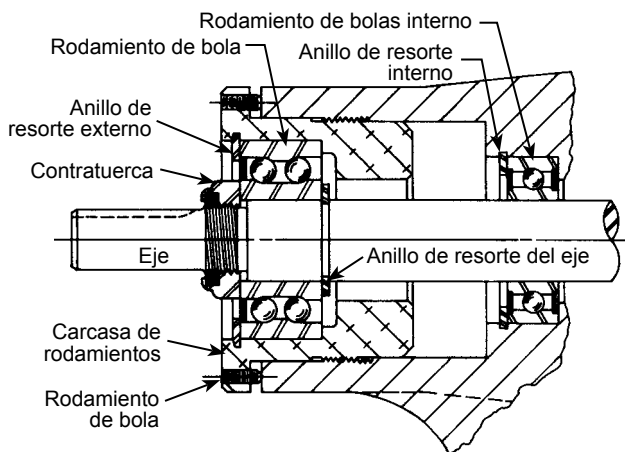

FIGURA 9 – Conjunto de rodillos de empuje de los tamaños GG, HJ y HL
6. Retire la contratuerca del eje. Consulte la Figura 9 ó 10. Una barra de latón o un pedazo de madera dura que se inserte en la abertura del puerto y entre los dientes del rotor evitará que el eje dé vueltas.
7. Suelte dos tornillos de fijación en la superficie de la carcasa de rodamientos, gire el conjunto de rodamientos de empuje en el sentido contrario al de las agujas del reloj y retírelo de la carcasa. Consulte la Figura 9 ó 10.
8. Retire el anillo de resorte del eje para las bombas de los tamaños GG, HJ y HL. Consulte la Figura 9.
12. Retire el anillo de resorte interno y el rodillo de bolas de una fila de la caja. Consulte la **Figura 9**. Las bombas de los tamaños AS, AK y AL no cuentan con este anillo de resorte.
15. Desmonte el conjunto de rodillos de empuje. Retire el anillo de resorte externo de la carcasa de rodillos para las bombas de tamaños GG, HJ o HL, y se puede retirar el rodillo de bolas. Consulte la **Figura 9**.
13. Rellene los rodamientos de bolas con grasa multipropósito, NLGI N° 2 e instálelos con la caja con el lado sellado hacia el extremo de la bomba. Instale el anillo de resorte interno en las bombas de los tamaños GG, HJ y HL. Consulte la **Figura 9**.
16. Rellene el rodamiento de fila doble con grasa multipropósito, NLGI N° 2 y presione la carcasa de rodamientos con el lado del blindaje hacia el extremo del acoplamiento del eje. Consulte la **Figura 9**. (Las bombas de los tamaños AS, AK y AL no cuentan con un rodamiento blindado). Instale el anillo de resorte para mantener el rodamiento en su lugar en las bombas de los tamaños GG, HJ y HL.